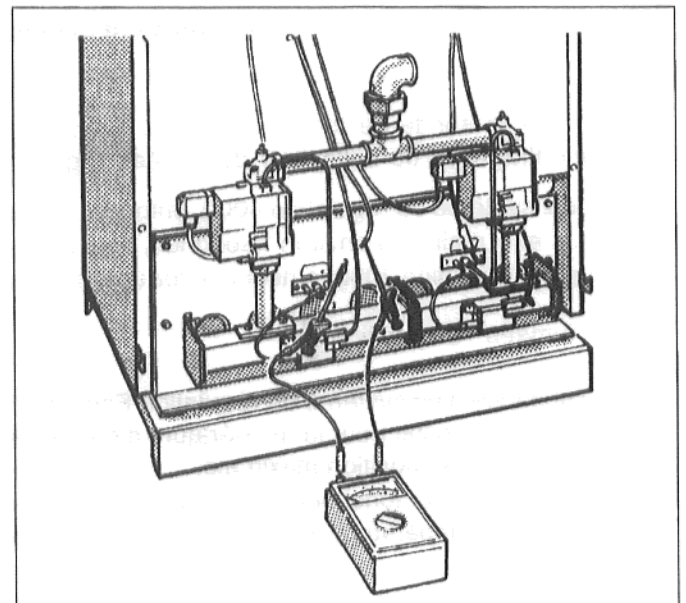

Fig. 34 : mesure du courant d'ionisation
- Raccorder en série l'appareil de mesure entre le câble de contrôle et la sonde de contrôle (fig. 34). Sur l'appareil de mesure, sélectionner la plage de courant continu μA .